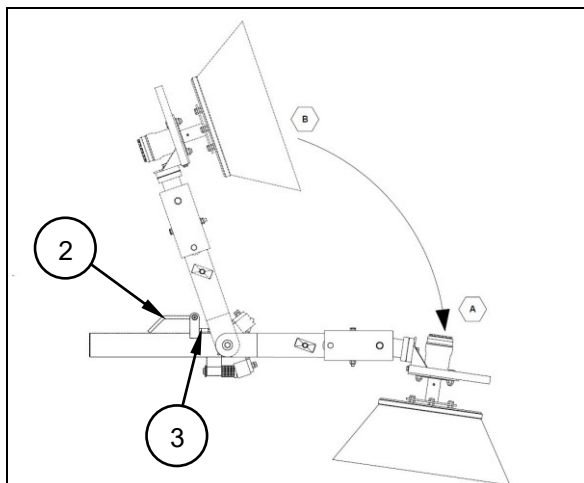

Fig. 4.15
- Træk håndtaget (2) ud af låsen (3), og drej derefter sidebørsten fra B til A (fig. 4.15).